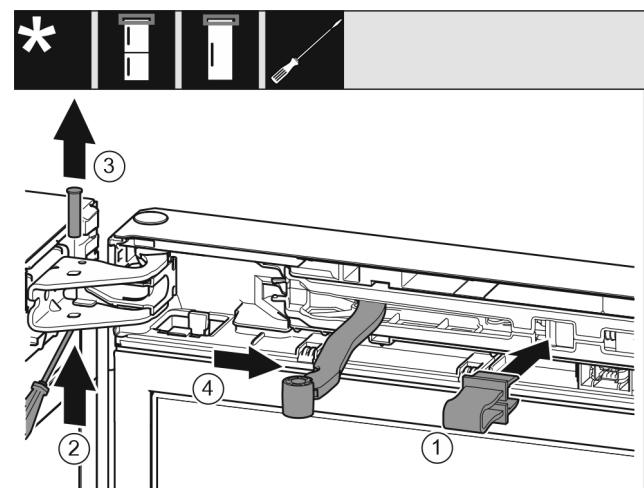

Fig. 10
- Sicherung Fig. 10 (1) in Öffnung einrasten.
- Bolzen Fig. 10 (2) herausziehen.
- Bolzen Fig. 10 (3) nach oben herausnehmen.
- Gelenk Fig. 10 (4) in Richtung Tür drehen.